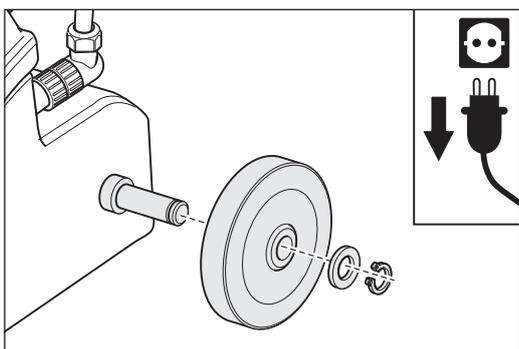

Abb. 35 Entfernen des Sicherungsringes und abnehmen der Scheibe und des Laufrades. Einbau in umgekehrter Reihenfolge.
- 2 Entfernen Sie mit einer geeigneten Montagezange den Sicherungsring von der Radachse. Nehmen Sie die Scheibe und das Rad ab (Abb. 35).